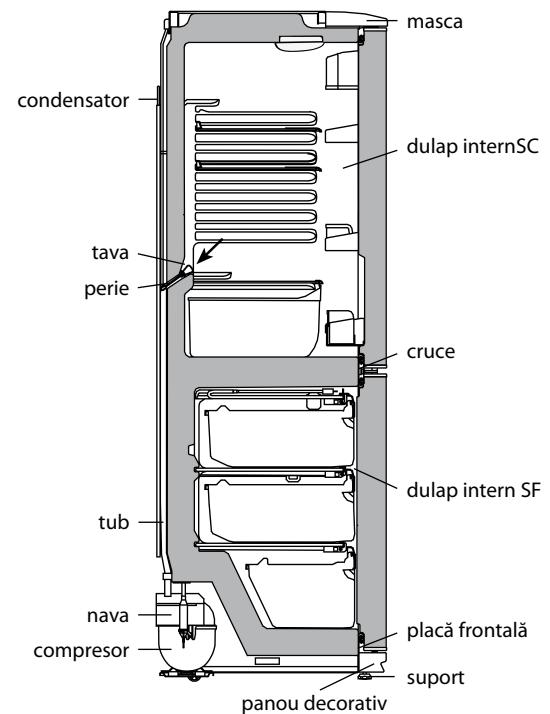

Figura 4 – Schema de eliminare a apei topite din SF
2.3.1 În SF se utilizează sistemul automat de dezghetare. Chucura, care apare pe peretele din spate a SF, se topeste în ciclu de dezgetare la deconectarea compresorului și se transformă în picături de apă. Picăturile de apă topită se scurg în vas și prin gaură în tivă patrund în țeavă navei pe compresor, în conformitate cu figura 4 unde și se evaporă. În gaura tavei este instalată o perie pentru a preveni înfundarea sistemului de evaporare.
Prezența apei în tavă indică la blocarea posibilă a surgerii apei. Pentru a elimina contaminarea trebuie să se curăță cu peria gaura în tavă, astfel că apa să se scurgă fără obstacole un vas, se spală peria și se instalează în conformitate cu figura 4.
ATENȚIE! Apa, care a apărut la partea de jos a SF poate trece în interiorul sectiei și poate provoca coroziunea dulapului în conformitate cu figura 4 și să conduce la esirea din funcție a frigiderului.